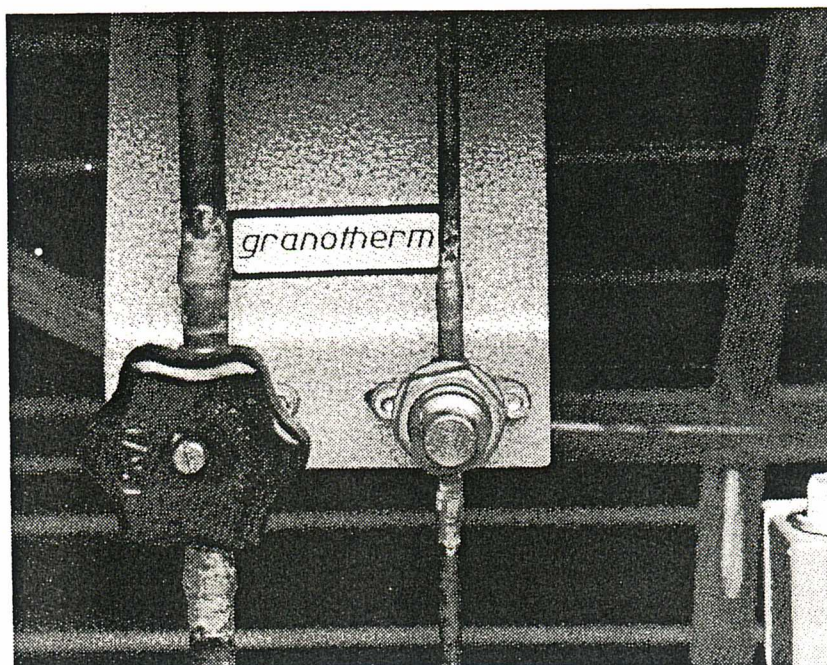

Bild 15: *granotherm*-Ventile **1**
Geben Sie der Kaltluft gegebenenfalls Nachwärme zu. (Richtwerte enthält Tabelle 5.) Bei jedem Gerät sind zwei *granotherm*-Handventile eingebaut. Das kleinere (59) ist geöffnet und mit einer Schutzkappe versehen. Das größere (1) besitzt ein rotes (oder blaues) Handrad, wie auf Bild 15 zu sehen. *granotherm*-Ventil (1) so weit öffnen, bis die gewünschte Nachwärme erreicht ist.